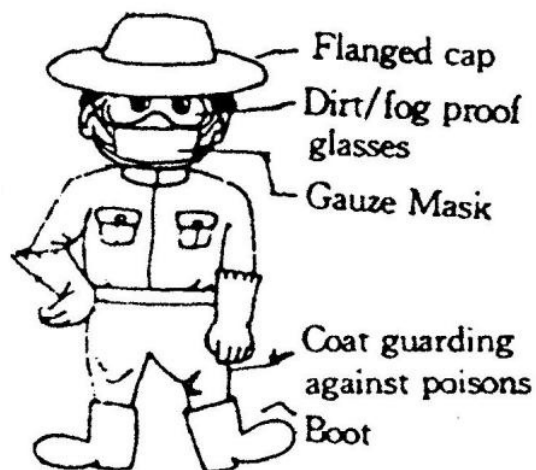

Fig. 13
2. Należy zakładać odpowiednią odzież roboczą (rys.13) .